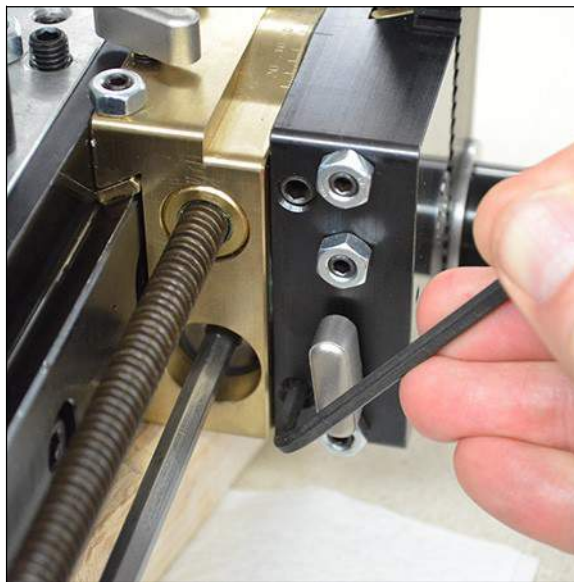

Рис. 3-28. ОСЛАБЛЕНИЕ УСТАНОВОЧНЫХ ВИНТОВ ФИКСАЦИИ ПОВОРОТА
1. Шестигранным ключом 4 мм ослабьте установочные винты фиксации поворота на стороне винта зажима инструментальной головки (см. рис. 3-28) на два полных оборота.